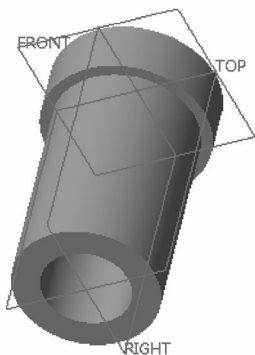

图 5-3 打开模型文件
STEP 01 单击快速访问工具栏中的“打开”按钮, 打开模型文件, 如图 5-3 所示。